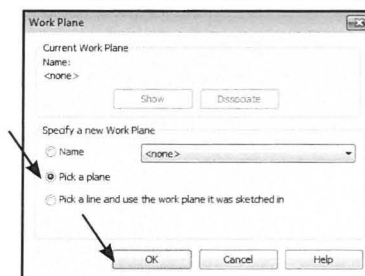

Fig. 09.115. *Pick a plane* og OK.
- Sørg for at markøren står i *Pick a Plane* (Fig. 09.115).
- Klik OK (Fig. 09.115).